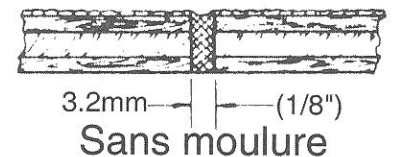

FIGURE 6
- Les panneaux laminés peuvent être posés sans barre de division, mais il faut maintenir le jeu de 3.2mm (1/8") entre panneaux. Ce jeu est nécessaire pour la dilatation normale et doit être colmaté avec un agent d'étanchéité au silicone pour sceller entièrement l'installation contre l'humidité. (Fig. 6).